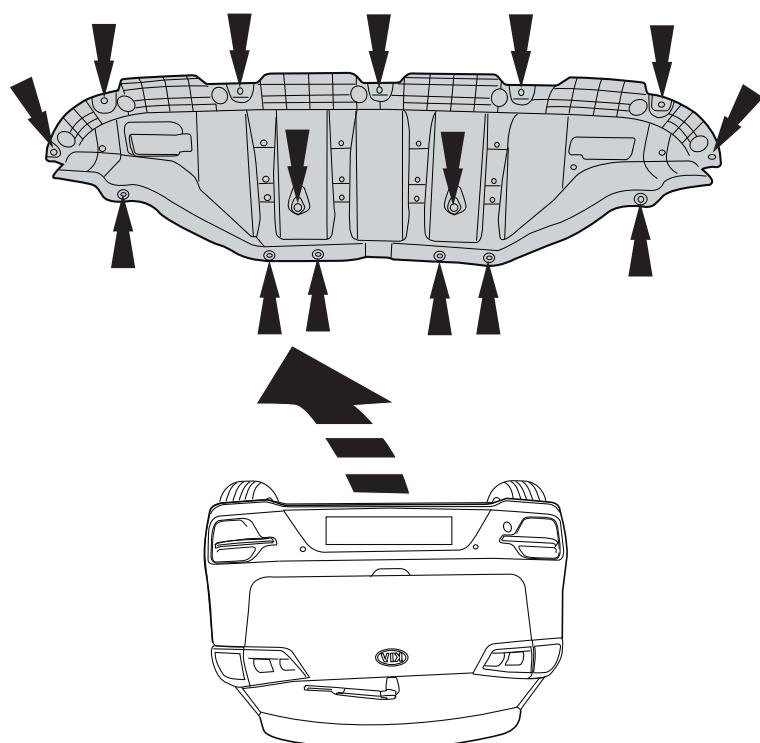

Fig. 1
1. Die Kunststoffschutzhülle abmontieren. Siehe Abbildung 1.